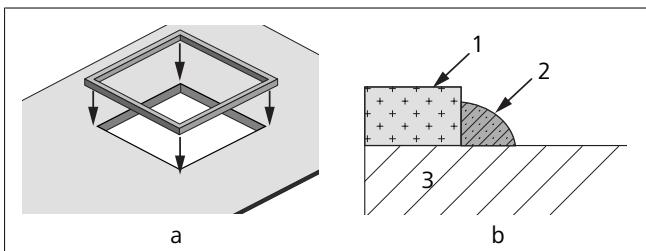
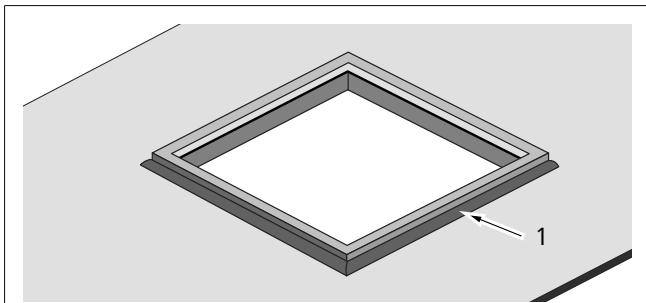

Abb. 14 CTT35 Befestigung der Dichtung auf einem 360 x 360 mm großen Ausschnitt (ohne Adapterrahmen)
Abb. 15 Anwendung des Dichtmittels (nur anwendbar bei einer Dichtung auf einem 360 x 360 mm großen Ausschnitt ohne Adapterrahmen)
- Ziehen Sie das Schutzpapier ab und kleben Sie die Dichtung auf das Dach (360 x 360 mm großer Ausschnitt), siehe Abb. 14-a und b.
- Tragen Sie selbstdlavellierendes Wohnmobil-Dachdichtmittel um die Dichtung herum auf, um Leckagen zu vermeiden, siehe auch Abb. 14-b und Abb. 15.